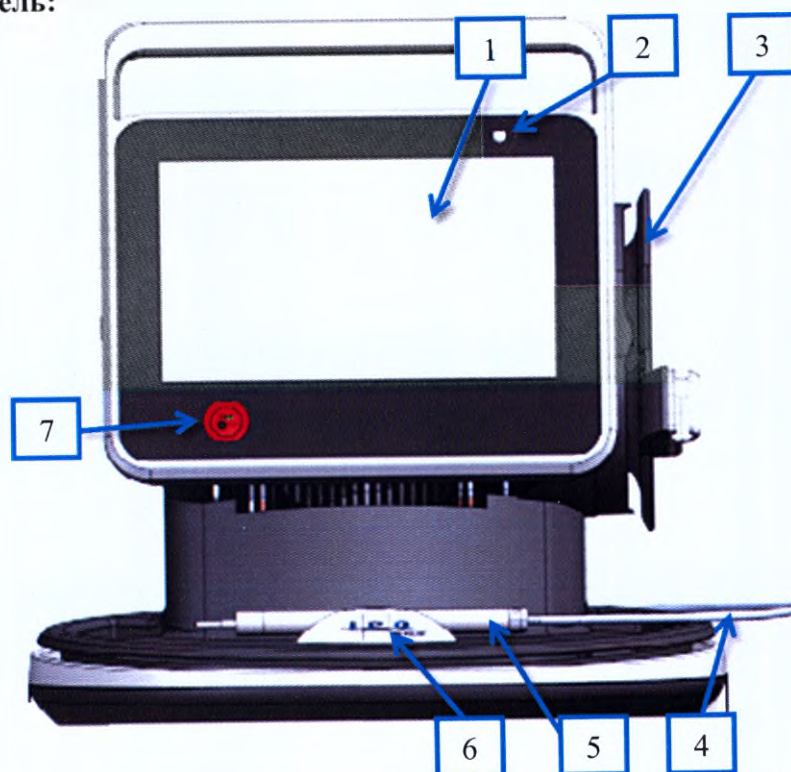

Рисунок 4. Аппарат лазерный хирургический Alta по ТУ 32.50.50–060-18003536-2019, в исполнении Alta-Soyuz-Blue. Вид спереди
Держатель волоконного инструмента (рис.4 (3), рис. 12) предназначен для фиксации волоконного инструмента при проведении операции. Для установки волоконного инструмента в держатель, необходимо зажать кнопку-фиксатор (б, рис.12), вставить волоконный инструмент и отжать кнопку-фиксатор.